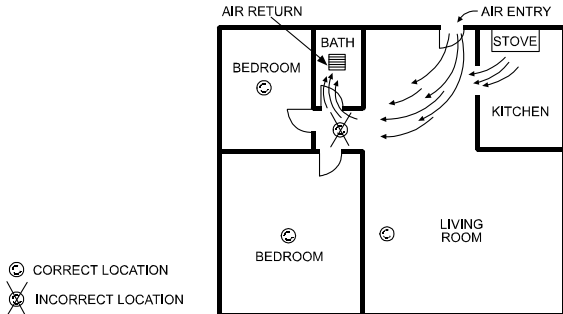

图 10. 避免燃烧颗粒流的探头的理想安装位置
- 请勿在空气流通处安装探头。这样一来空气会吹散或带走烟尘而无法使探头正常探测和报警。图10 有关于这个问题的正确和错误安装示意图。